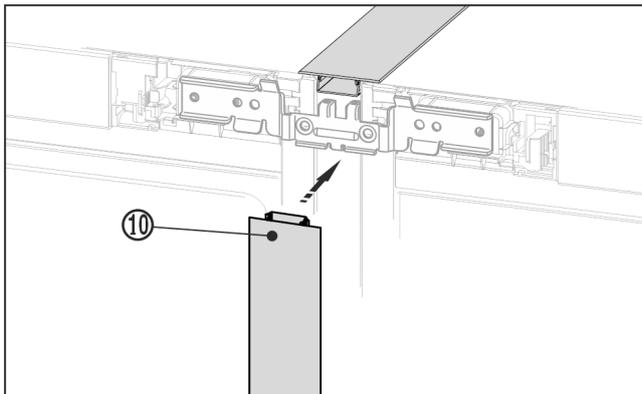

Fig. 26
- ▶ Auf der Vorderseite die lange Abdeckleiste Fig. 26 (10) in den vertikalen Spalt drücken. Darauf achten, dass die Leiste auf dem Verbindungsblech aufsteht.